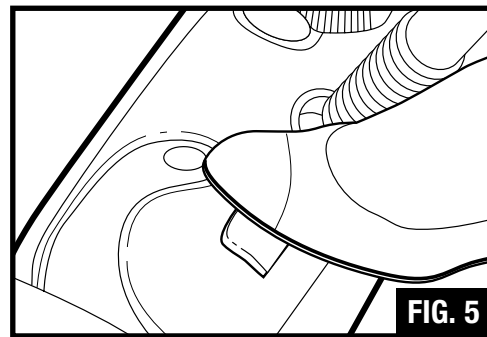

FIG. 5
4. Desenrosque la tapa de seguridad (D), inserte el embudo (J), vierta 2 medidas de agua usando la taza medidora (I) (total 350 ml o 12 onzas) en el tanque y finalmente vuelva a enroscar la tapa en su sitio.
6. Coloque el limpiador de pisos con vapor en su bandeja de precalentamiento/enfriamiento, pulse el interruptor de encendido y espere 3 a 4 minutos (Fig. 5). Cuando se activa el interruptor de encendido, se enciende la luz verde. No deje el dispositivo sin atención durante el período de espera.
8. Cuando el limpiador de pisos deja de emitir vapor, se enciende la luz ámbar de llenado (F). Esto significa que no hay más agua (sucederá después de aproximadamente 15 minutos de uso). Coloque el artefacto en la bandeja de precalentamiento/enfriamiento, apáguelo (Fig. 5) y desenchúfelo del tomacorriente. Retire la tapa de seguridad y rellénelo. Durante el rellenado, tenga cuidado de no tocar las partes calientes del dispositivo.
- 📌 **PRECAUCIÓN: Toda vez que cambie el paño para pisos, apague y desenchufe el artefacto (Fig. 5). Tenga cuidado de no tocar las partes calientes del dispositivo.**